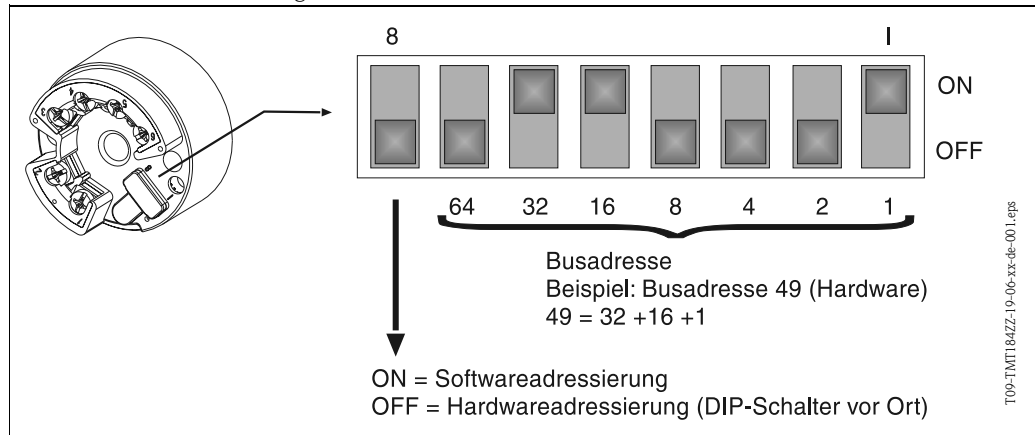

Abb. 6-1: Adressierung mit Hilfe der DIP-Schalter
**Adressierung PROFIBUS-PA® am DIP-Schalter (optional, → Abb. 6-1)**